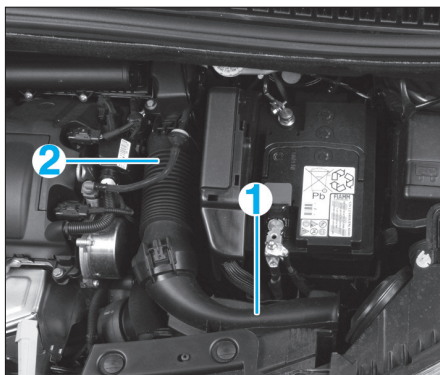

FIG. 32
- le raccord (1) d'admission d'air (Fig.32),
- le raccord (2) d'entrée d'air dans le boîtier de filtre à air,